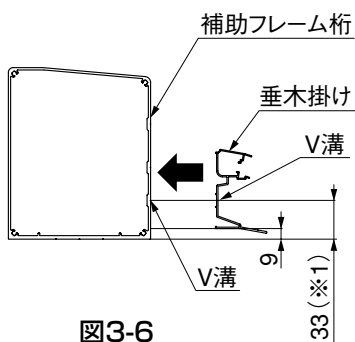

図3-6
- 補助フレーム桁の下面から33mmの位置(※1)に垂木掛けのV溝が合うように取付けてください。(図3-6参照)